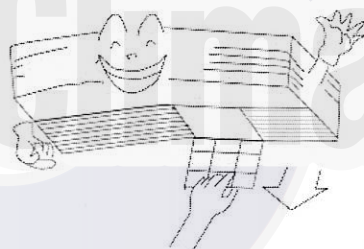

Fig.35
- 3) remueva el filtro de aire de la unidad (Fig.35)